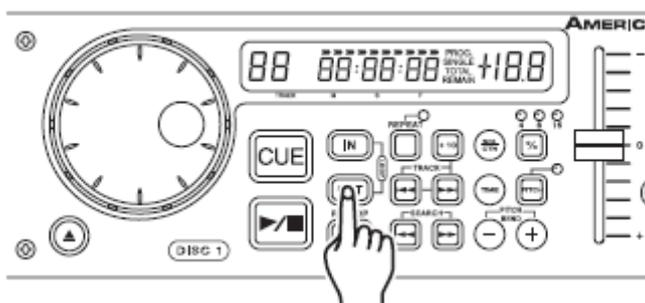

Figure 18
3) Appuyez sur le bouton *OUT* (11) pour définir le point final de votre BOUCLE (Figure 18). Les LED du bouton *IN* et du bouton *OUT* commencent à clignoter, indiquant que le mode BOUCLE a été activé. Appuyez sur le bouton *OUT* pour arrêter la boucle.
4) Appuyez sur le bouton *RELOOP* (16) afin de réactiver la boucle. Appuyez sur le bouton *OUT* (11) pour désactiver la boucle.
5) Appuyez à nouveau sur le bouton *OUT* (11) quand vous atteignez votre nouveau point de fin (Figure 18).
- **POUR UNE BOUCLE PLUS COURTE** : Appuyez sur le bouton *OUT* (11) à un point précédent dans la piste (Figure 18).
- **POUR UNE BOUCLE PLUS LONGUE** : Appuyez sur le bouton *OUT* (11) à un point suivant dans la piste (Figure 18).